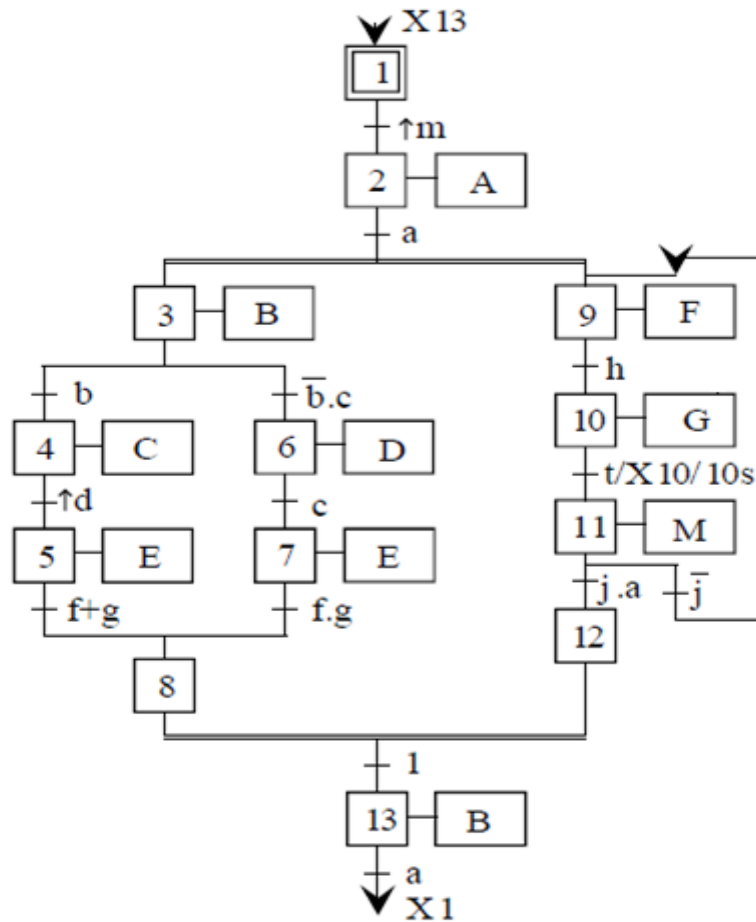

Figure 2 : Grafcet
Soit le Grafcet de la figure 2.
2. En vous basant sur les adresses du tableau de la question 1, réalisez le programme en langage Ladder correspondant au grafcet de la Figure 2.